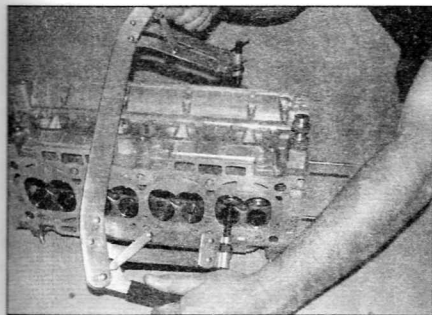

Рис. 6.5. Сожмите пружину клапана с помощью соответствующего съемника настолько, чтобы можно было снять сухари
- 5 Используя приспособление для сжатия пружины клапана, сожмите пружину каждого клапана по очереди. Это позволит снять сухари (рис. 6.5). Отпустите приспособление и снимите тарелку пружины и саму пружину.